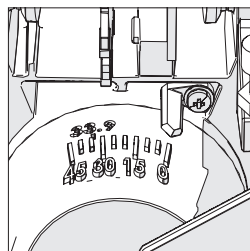

Fig. 7
- Asegúrese de que la cabeza de corte esté vertical, contra su tope y de que el puntero de bisel indique 0° en la escala (Fig. 7).